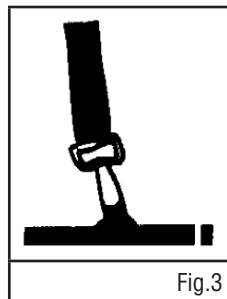

Fig.3
2. Méthode au moyen de pinces : Les attaches de sangles sont munies de pinces à pression permettant de retenir le sac aux anneaux du support. Fixez les pinces à l'intérieur des anneaux et serrez toutes les sangles solidement et de manière uniforme. Voir la figure 3.